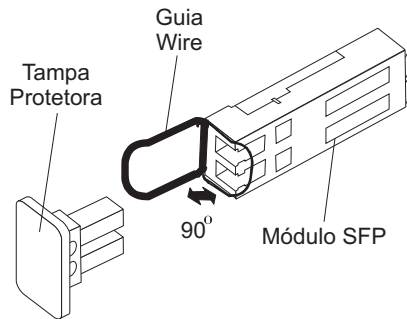

Figura 29. Destravando a Trava do Módulo SFP - Variedade Metálica
- Para módulos SFP que contêm guias metálicas, destrave a trava do módulo SFP puxando a trava metálica 90° para fora, conforme mostrado na Figura 29 na página 58.